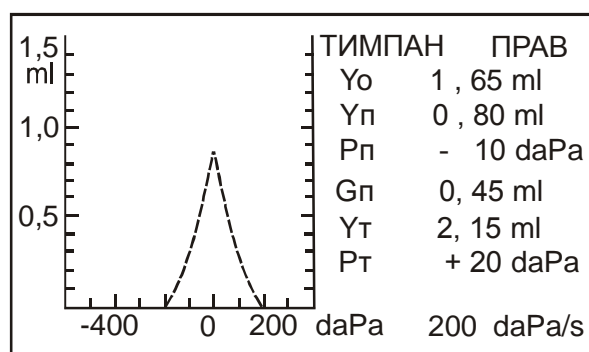

Рис. 8 Пример тимпанограммы
- Запомните полученную тимпанограмму нажатием кнопки ЗАПИСЬ. Пример тимпанограммы приведен на рис. 8.